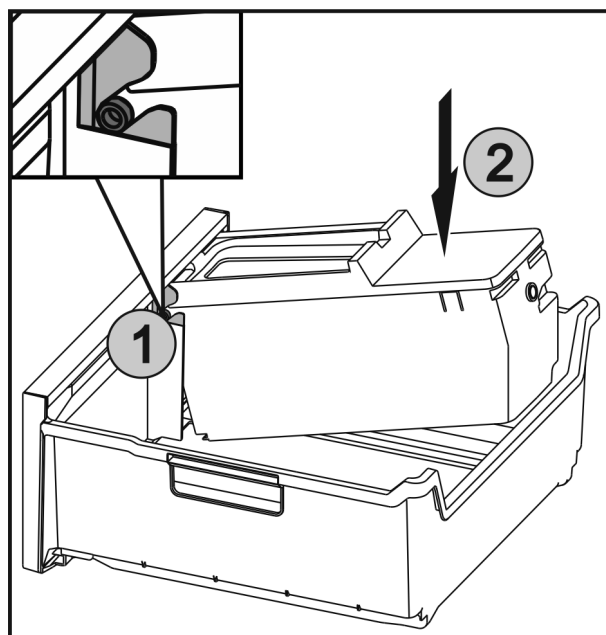

Fig. 83
- ▶ Вставить оси Fig. 83 (1) на EasyTwist-Ice в направляющие и вдавить заднюю сторону Fig. 83 (2) до фиксации накладки.